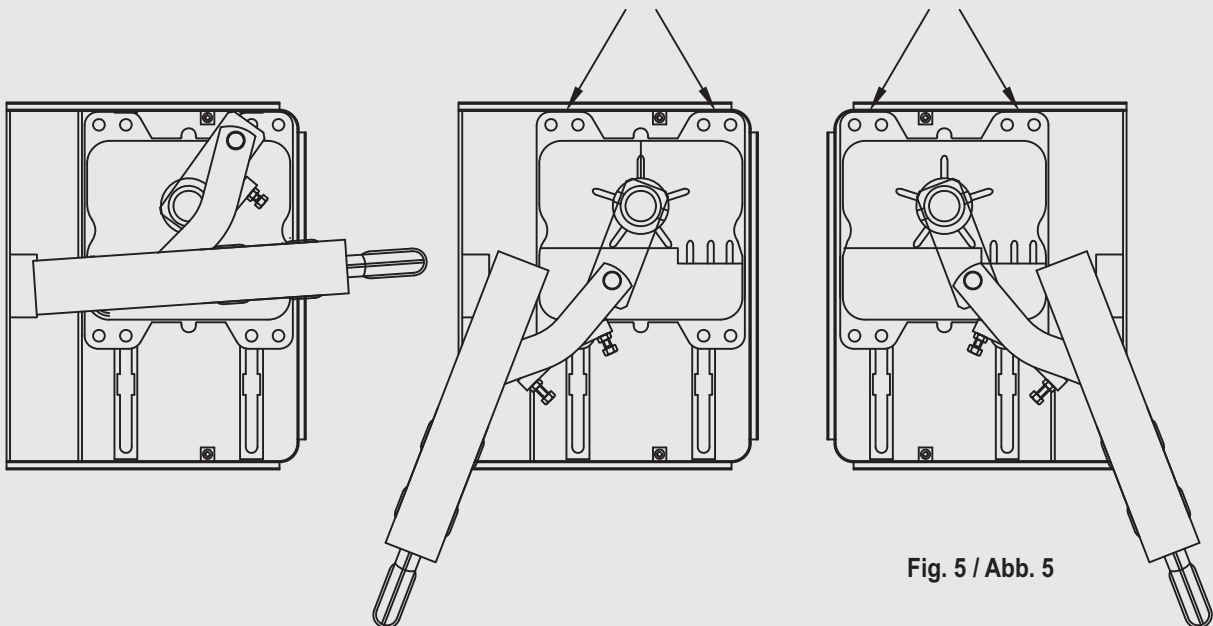

Fig. 5 / Abb. 5
I 115° massimi vengono sviluppati nella condizione come in fig. 5.
- 3) Pour un fonctionnement optimal, fixer l'opérateur à la caisse de fondation en faisant attention que le moteur appuie latéralement contre le Box Rock comme indiqué sur la figure 5.
Les 115° maximum sont développés dans la condition présentée fig. 5.
Los 115° máximos se desarrollan en la condición ilustrada en la fig. 5.
3. For a correct working, fix the gear motor into the foundation box carefully, with the gear motor' side in contact with the box rock side, like in fig. 5
The maximum opening angle of 115° is reached under the conditions shown in Fig.5.
3. Für einen optimalen Lauf, den Getriebemotor in den Fundamentkasten befestigen. Der Antrieb muss seitlich an Box Rock angelehnt sein, siehe Fig. 5.
- Die maximalen 115° werden unter der in Abb.5 dargestellten Bedingung erzielt.
3. Bevestig voor een optimale werking de reductiemotor aan de funderingskast en let er daarbij op dat de motor met de zijkant op de Box Rock rust, zoals dat op afbeelding 5 is te zien.
De max. openingshoek van 115° wordt verkregen onder de op fig. 5 afgebeelde omstandigheden.